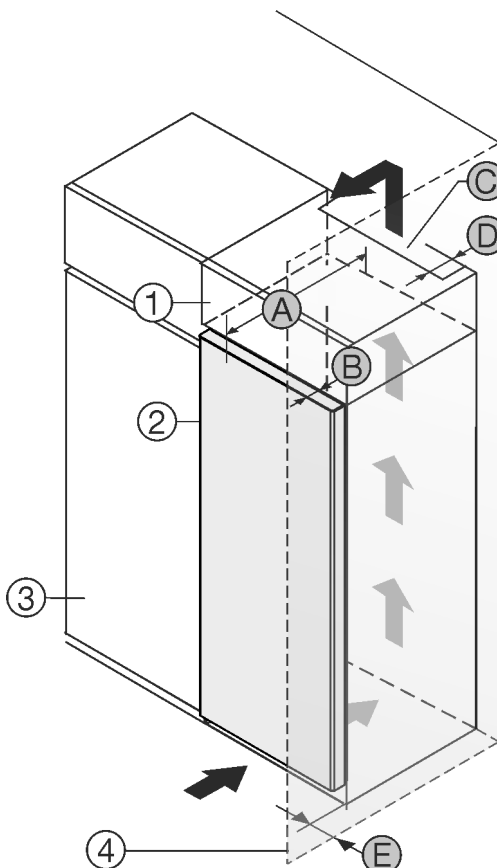

Fig. 1
Non collocare l'apparecchiatura accanto al mobile da cucina Fig. 1 (3)*.
Sul lato posteriore dell'armadietto sovrapponibile deve essere presente un vano di scarico dell'aria con la profondità Fig. 1 (D) che attraversa l'intera larghezza dell'armadietto sovrapponibile.*
Sotto al soffitto deve essere presente la sezione di ventilazione Fig. 1 (C)*.
Se l'apparecchiatura con cerniere viene installata accanto a una parete Fig. 1 (4), la distanza minima fra l'apparecchiatura e la parete deve essere almeno di 13 mm.*
Se l'apparecchiatura con cerniere viene installata accanto a una parete Fig. 1 (4), la distanza minima fra l'apparecchiatura e la parete deve essere almeno di 57 mm, che corrisponde alla sporgenza della maniglia a porta aperta.*